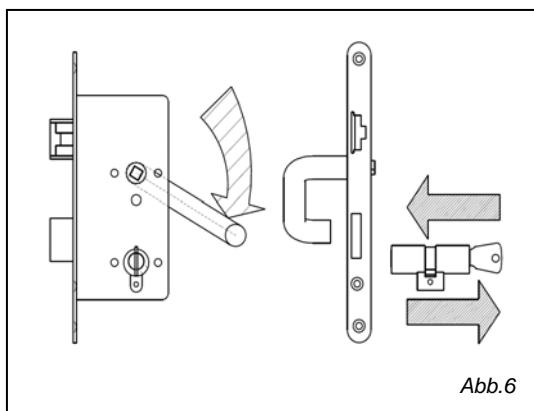

Abb.6
- Zylindermontage bzw. – demontage nur bei betätigtem Türdrücker (Abb.6).